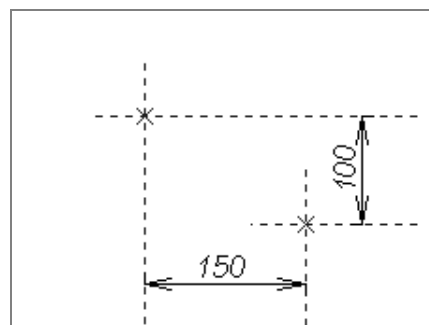

Рисунок 11 – Построение узла в точке пересечения прямых
2.3.1 Постройте опорные линии для центров окружностей при помощи команды . Порядок построения: При помощи опции  построить прямые в правом нижнем углу. Это базовые прямые. Построить вертикальную прямую на расстоянии 150 мм от базовой. Построить горизонтальную прямую на расстоянии 100 мм от базовой. Построить узел на пересечении прямых с помощью опции  (рисунок 11). Убрать выступание прямых линий при помощи опции  в команде .